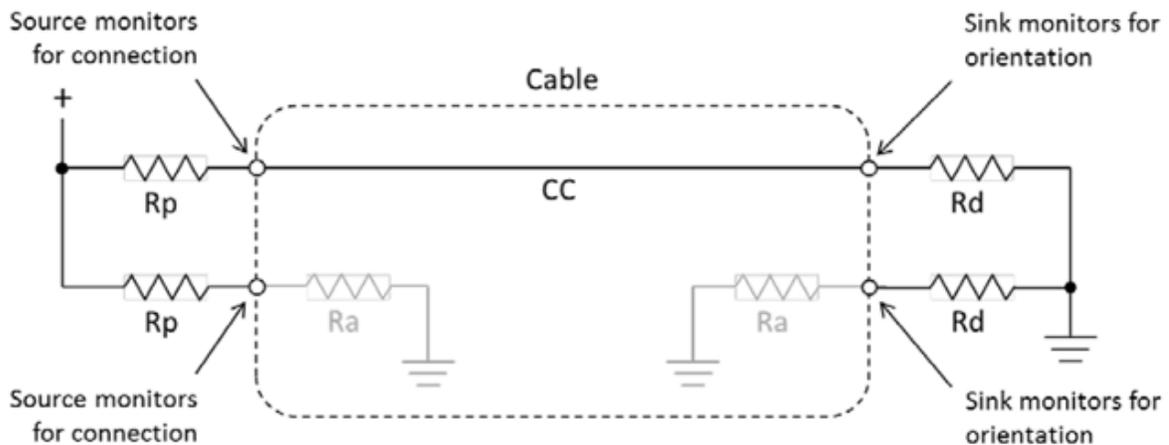

图 3. CC 逻辑上拉和下拉终端。(来源: USB Type-C 规范版本 1.2, 图 4 和图 5 上拉/下拉 CC 模型)
- 当两条 CC 线之一下拉时，发生**电缆检测**(请参阅图 3)
通过将 5V 电压切换到未使用的 CC 线上, VCONN 可以为无源电子标记电缆或有源电缆 (支持 USB PD 通信并提供电缆特性表征方法的电缆) 供电 (请参阅附录)。图 3 显示 USB Type-C 电缆中的一条 CC 线将 Rp 连接到 Rd, 而另一条 CC 线悬空 (无源电缆) 或通过 Ra 下拉至接地 (无源电子标记电缆或有源电缆)。